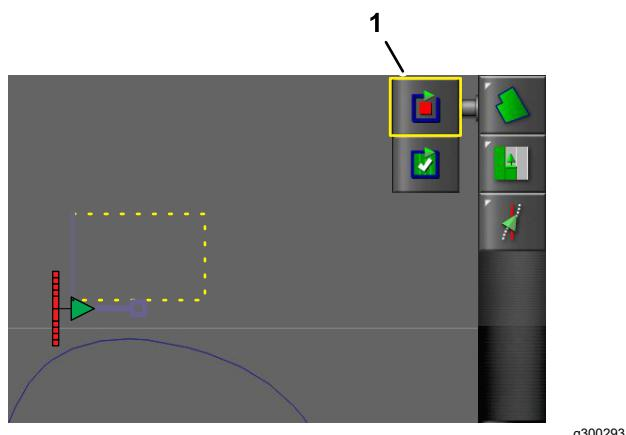

Figura 48
campo a lati diritti, quindi fermate la macchina (Figura 48).
4. Premete l'icôna REGISTRA CONFINE DEL CAMPO, quindi premete l'icôna PAUSA REGISTRAZIONE DEL CONFINE DEL CAMPO (Figura 48).